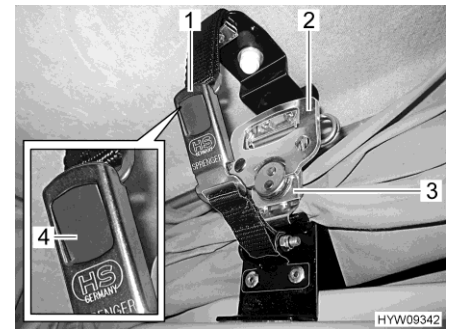

Bild 49 Lås (uppfällbart tak)
- Öppna säkerhetslåsen (Bild 49,1) på båda sidorna. Tryck därefter på den grå tryckknappen (Bild 49, 4).
- Fäll ut vardera handtag (Bild 49,2) på snabbblåset (Bild 49,3) och dra ett halvt varv moturs. Låset är på så sätt upplåst.